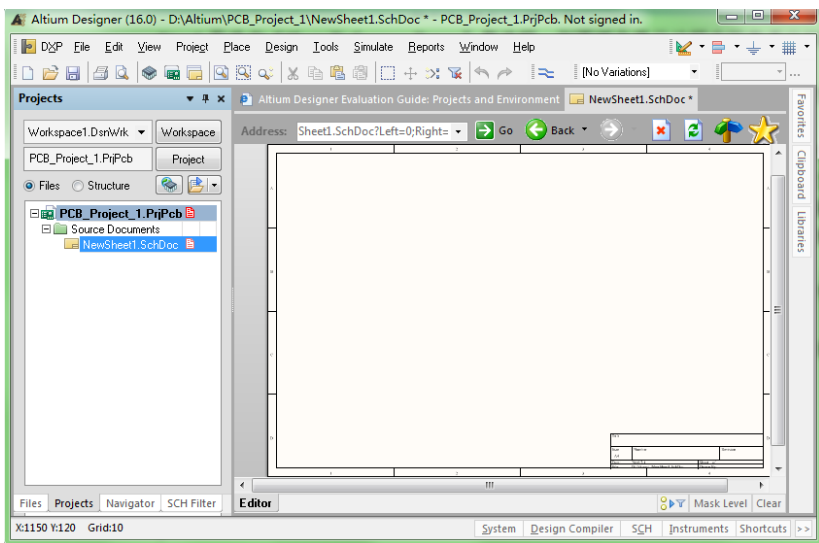

图 2.20
**Step 14** 参数设置完毕,单击 OK(确定)按钮关闭 Document Options(文档选项)对话框,设置后的原理图如图 2.20 所示。